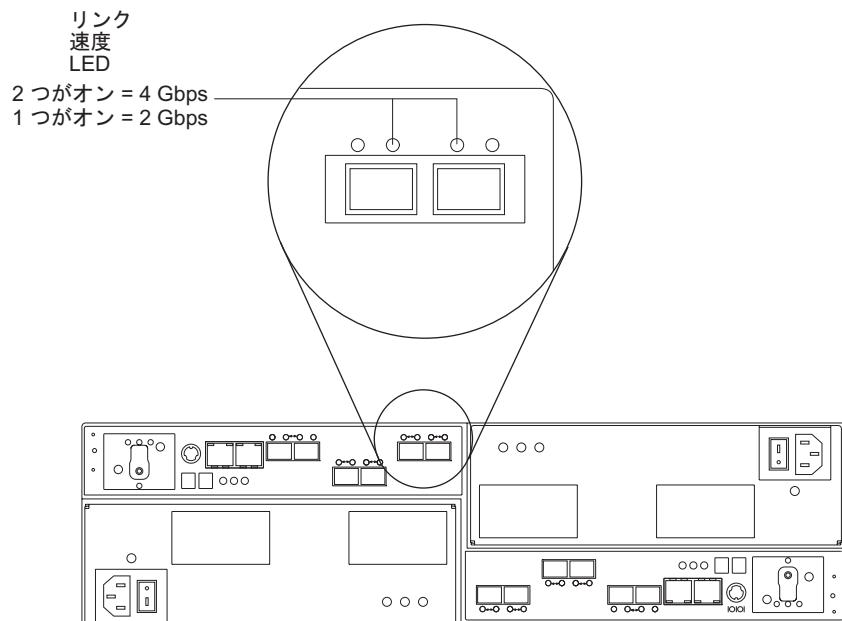

図 81. リンク速度 LED
- リンク速度インディケーター LED を見つけます。図 81 に、ストレージ・サブシステムの背面にあるリンク速度表示ライトの位置を示しています。
4. リンク速度スイッチを見つけます。155 ページの図 81 に、コマンド・モジュールの前面にあるリンク速度表示ライトの位置を示しています。